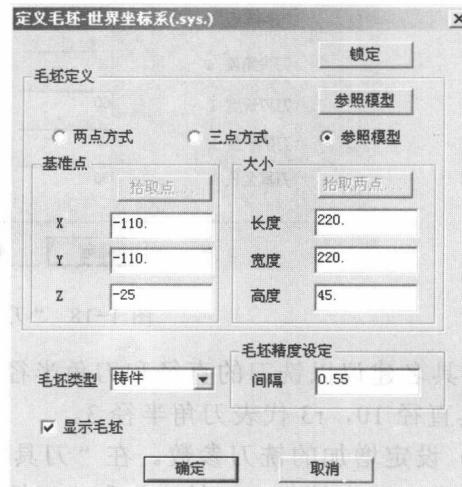
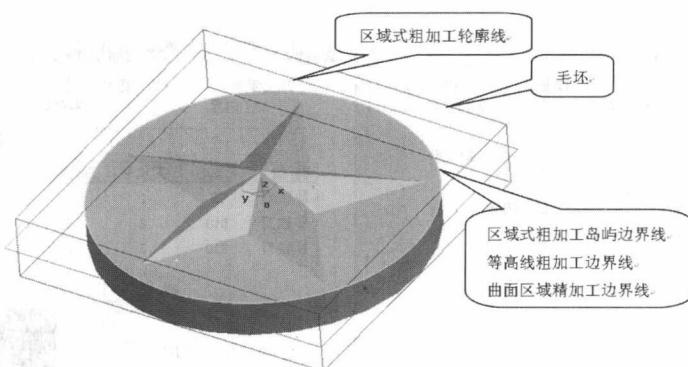
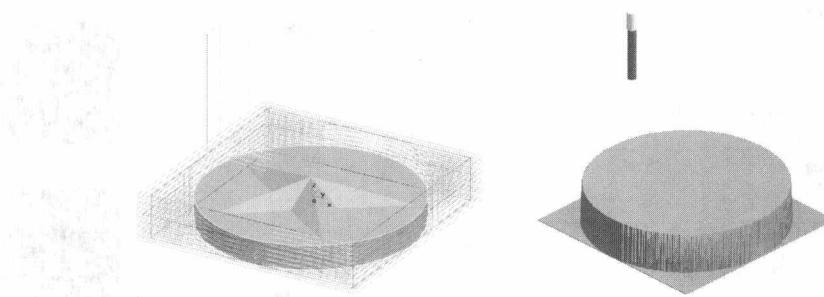

图 1-20 “定义毛坯”对话框
图 1-21 毛坯及加工范围的设定
图 1-23 区域式粗加工刀具轨迹及仿真结果
(3) 设定毛坯及加工范围 在“特征树栏”的“加工管理”选项卡中，双击“毛坯”，如图 1-16 所示。弹出“定义毛坯”对话框，使用“参照模型”单选项和按钮，可以轻松地为本例设置毛坯，如图 1-20 所示。在生成加工轨迹之前，往往还需要利用原有图线或重新绘制规划边界范围、岛屿范围等，如图 1-21 所示。
2) 设置好参数后，单击“确定”按钮，依次拾取外部四边形为轮廓，圆形为岛屿，如图 1-21 所示。单击鼠标右键，系统计算并显示加工轨迹，如图 1-23 所示。